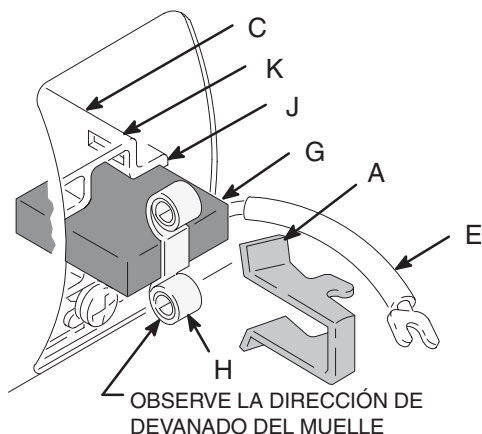

Fig. 4
8. Fig. 4. Instale la nueva escobilla (G) de forma que el hilo conductor esté en la ranura larga (J) del portaescobillas (C).
10. Fig. 4. Coloque el muelle (H) en la escobilla (G).
11. Fig. 4. Instale la abrazadera de resorte (A). Empújela para que enganche en las ranuras cortas (K) en el portaescobillas (C).